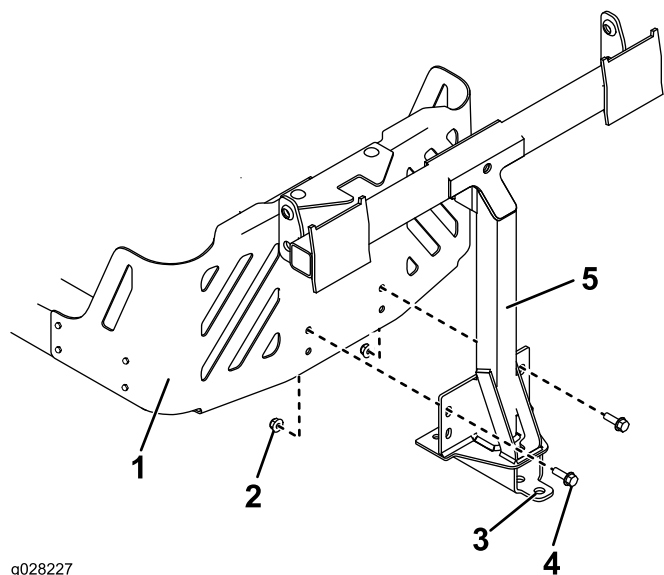

Figura 11
2. Instale el bastidor de giro en el bastidor de la máquina según se muestra en Figura 11. Sujete el bastidor de giro al bastidor de la máquina usando 2 pernos (5/16 x 1") y 2 contratuercas (5/16").